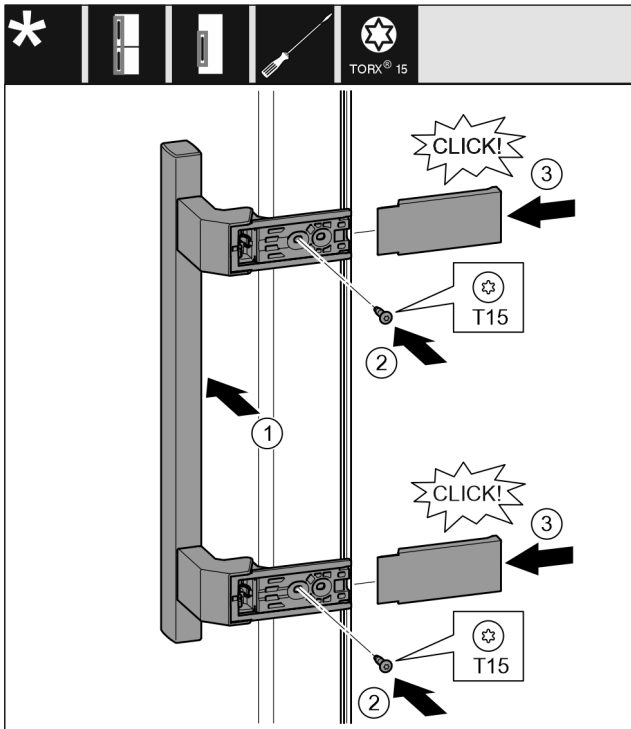

Fig. 20
- ▶ Aplicați și fixați mânerul pe partea opusă. Fig. 20 (1)
- ▶ Înșurubați ferm șuruburile cu șurubelnița T15. Fig. 20 (2)
- ▶ Aplicați lateral și împingeți capacele. Fig. 20 (3)